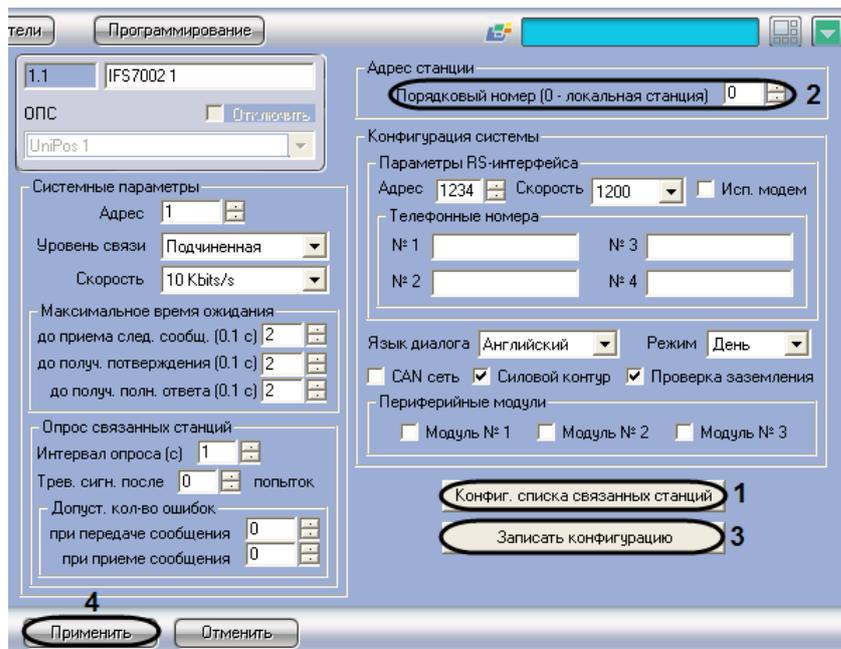

Рис. 3.3-5 Конфигурирование списка связанных станций
1. Перейти на панель настройки объекта **IFS7002** (Рис. 3.3-5).
2. Нажать кнопку **Конфиг. списка связанных станций** (см. Рис. 3.3-5, 1).
требуемое значение. В случае, если станция используется для соединения *ОПС Unipos* с Сервером *Интеллект*, следует ввести значение **0** (см. Рис. 3.3-5, 2).
11. Для применения настроек на станции нажать кнопку **Записать конфигурацию** (см. Рис. 3.3-5, 3)
12. Для сохранения настроек во внутренней базе данных ПК *Интеллект* нажать кнопку **Применить** (см. Рис. 3.3-5, 4).